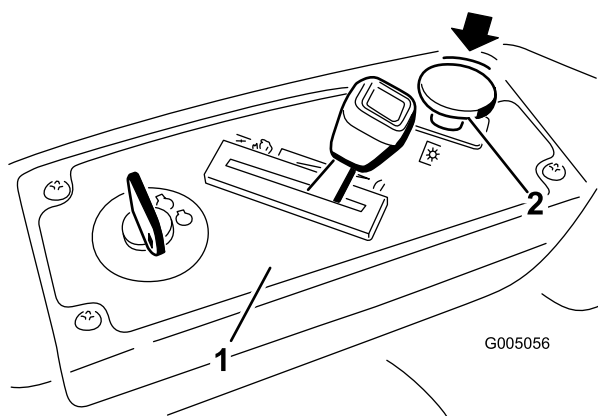

Figura 8
2. Disinserite le lame spostando il comando delle lame in posizione Off (Figura 8).